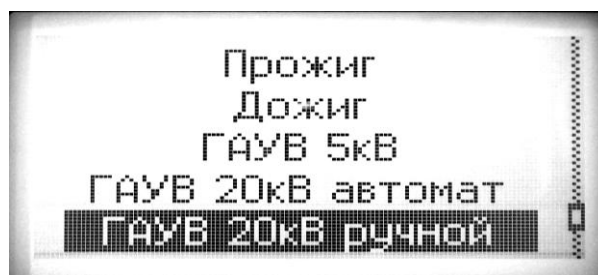
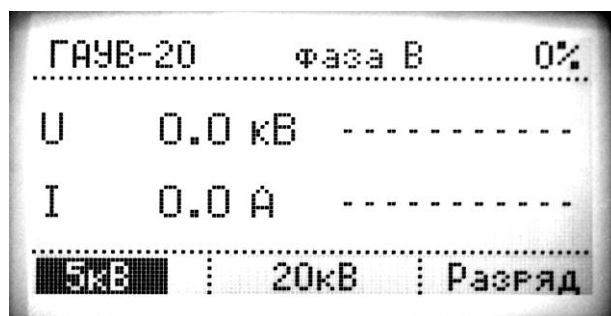

Рис.15.
Рис. 16.
6.6.11. В том случае, если будет выбран ручной режим работы ГАУВ-20кВ (см. рис. 15), на экране БУ появится заставка режима «ГАУВ 20кВ ручной» (рис. 16)